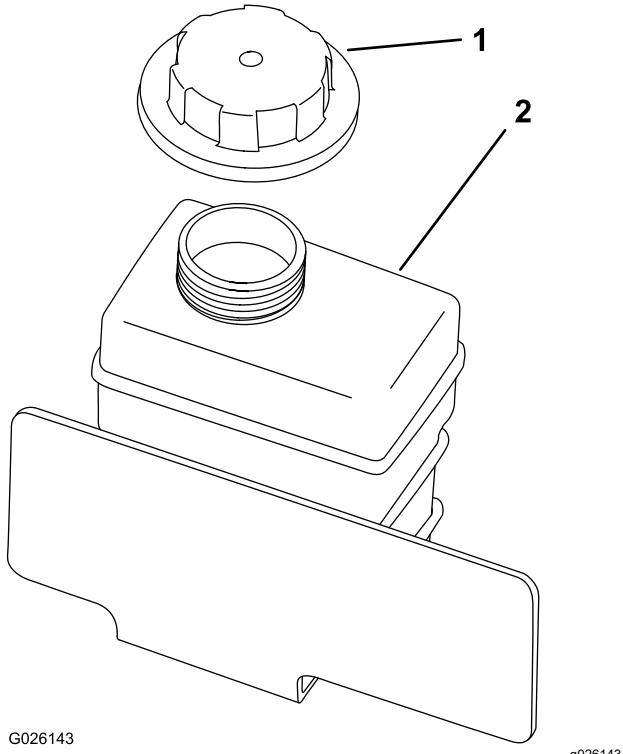

Figura 51
4. Compruebe el nivel de refrigerante del depósito auxiliar (Figura 51).